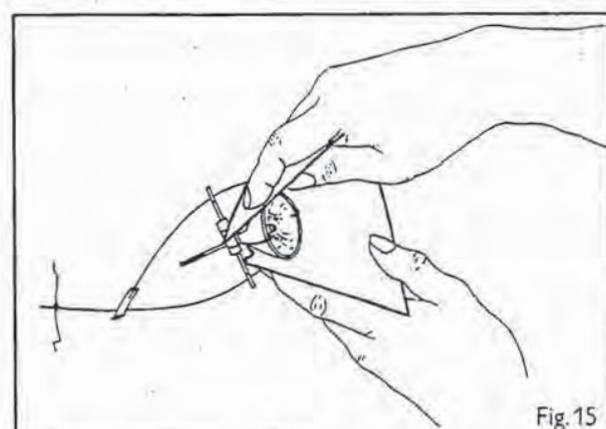

Fig. 15
1. Posizionate la lampada davanti a voi in modo da guardare nell'apertura del riflettore. Avvolgete il riflettore con lo schermo in modo da dargli la forma di un imbuto. Inserite la linguetta all'estremità dello schermo nell'apposita fessura (fig. 15). Assicuratevi che le lingue sullo schermo siano rivolte verso una delle astine.